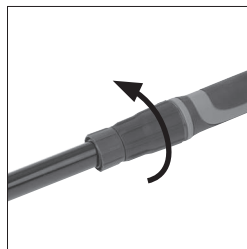

Fig. 5
- Apriete la tuerca del manguito para asegurar el tubo de extensión y la virola en sus posiciones de uso. (Fig. 5)